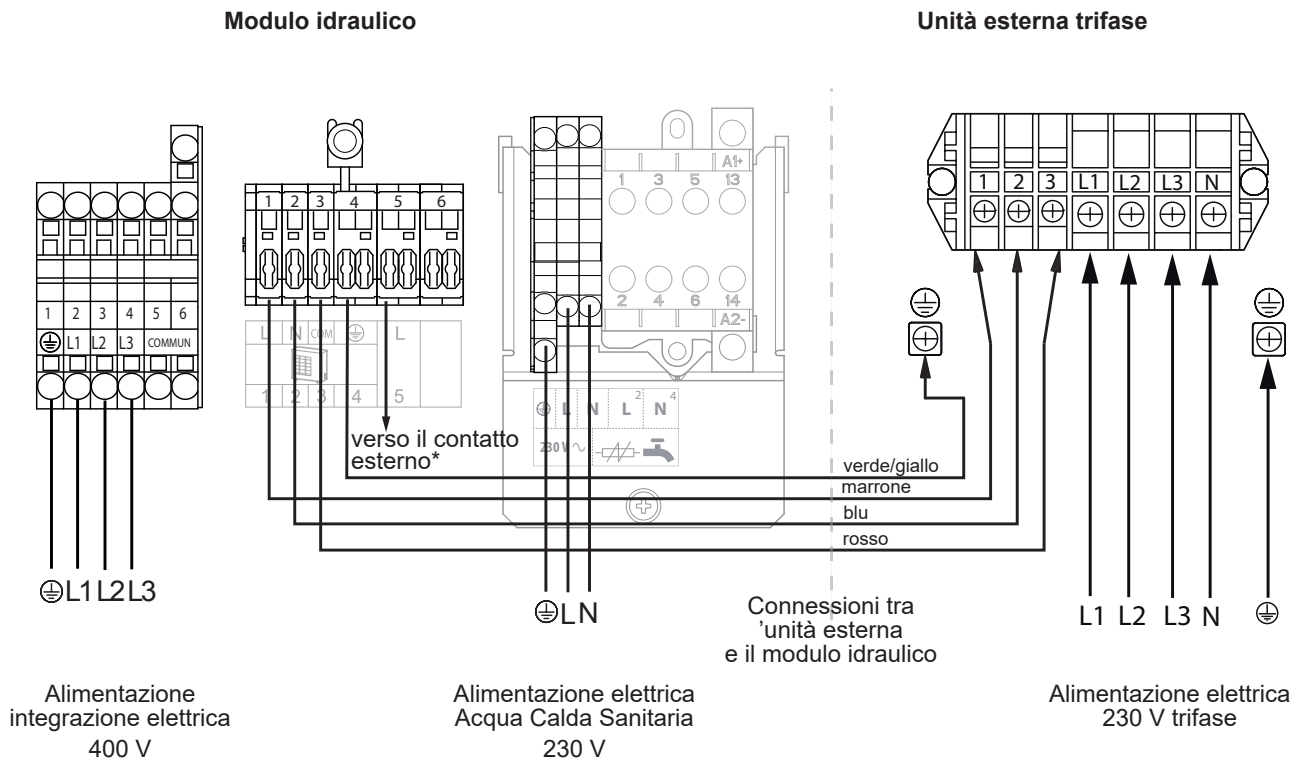

fig. 41 - Collegamento ai morsetti e relè di potenza
- Effettuare i collegamenti come indicato negli schemi seguenti fig. 35 e fig. 41, pagina 39.
- Effettuare i collegamenti come indicato nello schema (fig. 41).